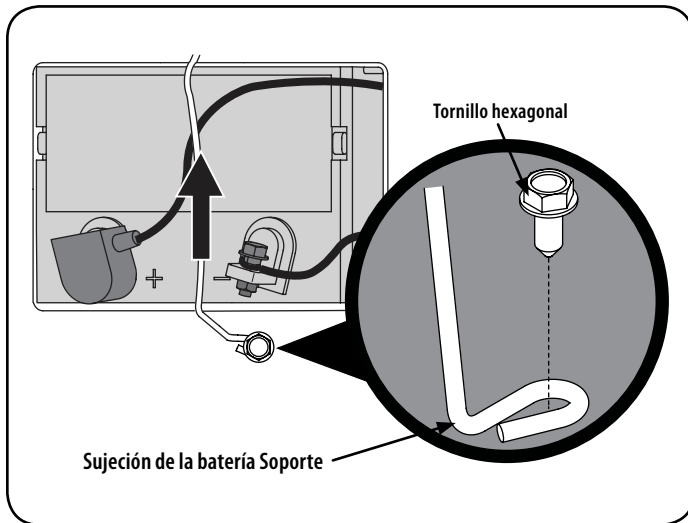

Figura 7
1. Retire el tornillo de la arandela hexagonal que fija la sujeción de la batería soporte a la estructura. A continuación, darle la vuelta al soporte de sujeción de la batería hacia arriba para liberar la batería. Vea la Figura 7.